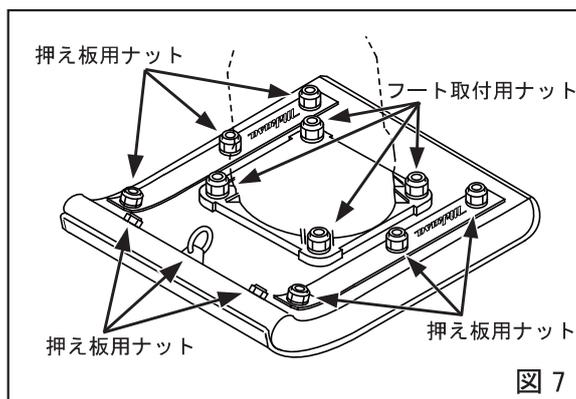

図 7
7.5 フート取付用ナットと両側及び前部の押え板用ナットの増し締めを行ってください。長期間使用しているとフートが摩耗して隙間が発生し、ボルトが損傷する恐れがあります。必ず、御使用前に増し締めを行ってください。(図7)